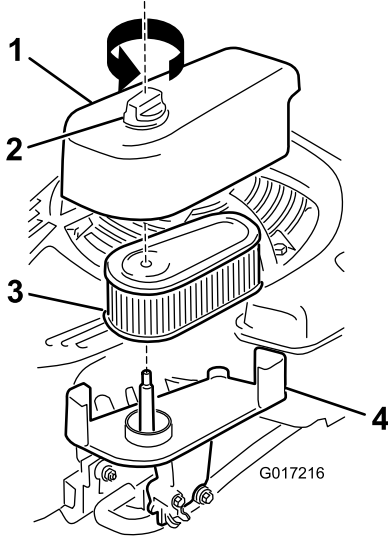

Figura 30
1. Allentate il fermo e rimuovete il coperchio del filtro dell'aria (Figura 30).